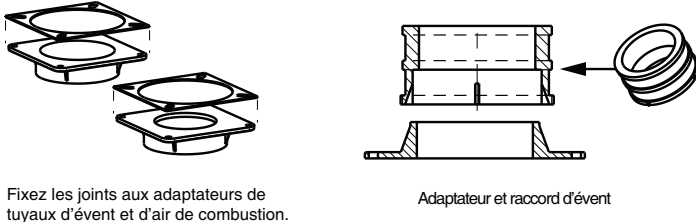

Fig. 58 – Accouplement d'évent et adaptateur avec joints
1. Posez les joints d'étanchéité sur les adaptateurs des tuyaux d'air de combustion et d'évent. Retirez et jetez le « bouchon » rond au centre du joint d'étanchéité, s'il y a lieu. Consultez la Fig. 58.